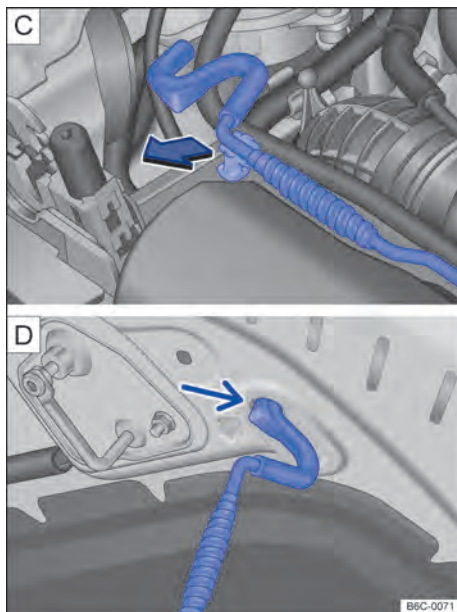

Fig. 168 **C** Varilla de sujeción de la tapa del compartimento del motor. **D** Tapa del compartimento del motor apoyada en la varilla de sujeción.
- Retirar la varilla de sujeción del perfil receptor en el sentido de la flecha → **fig. 168 C** y colocarla en la apertura del capó delantero → **fig. 168 D**.
- Retirar la varilla de sujeción del orificio → **fig. 168 D** y encajarla en el portacierre → **fig. 168 C**.